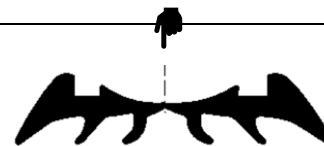

Abb.51.1
- Keildichtungen mittig trennen! (Abb.51.1)